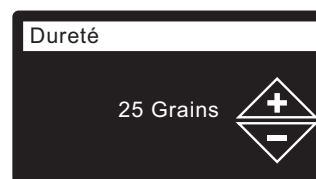

FIG. 27
13. **DURETÉ** Appuyez sur le bouton HAUT (▲) ou BAS (▼) pour définir la dureté de l'eau (cf. Figure 27).